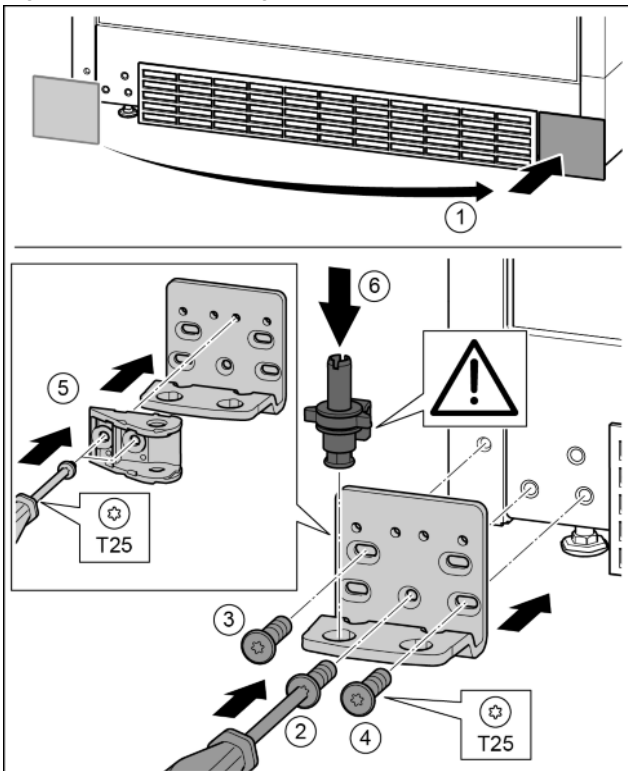

Fig. 28
- ▶ Abdeckung abnehmen und auf der anderen Seite anbringen. *Fig. 28 (1)*
- ▶ Lagerbock auf der anderen Seite ansetzen und mit Hilfe eines Schraubendrehers T25 anschrauben. Mit Schraube 2 unten in der Mitte beginnen. *Fig. 28 (2)*
- ▶ Schraube 3 und 4 festschrauben. *Fig. 28 (3, 4)*
- ▶ Türaufhängung um 180° drehen. Auf der anderen Seite des Lagerbocks mit Schraubendreher T25 anschrauben. *Fig. 28 (5)*
- ▶ Lagerbolzen komplett einsetzen. Dabei darauf achten, dass der Rastnocken nach hinten zeigt. *Fig. 28 (6)*